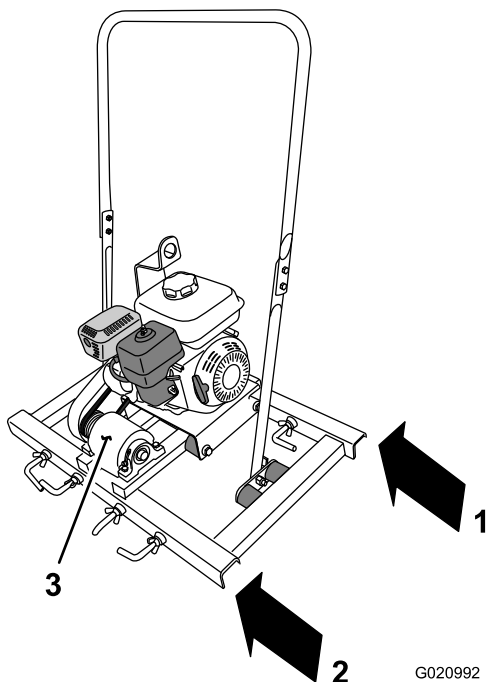
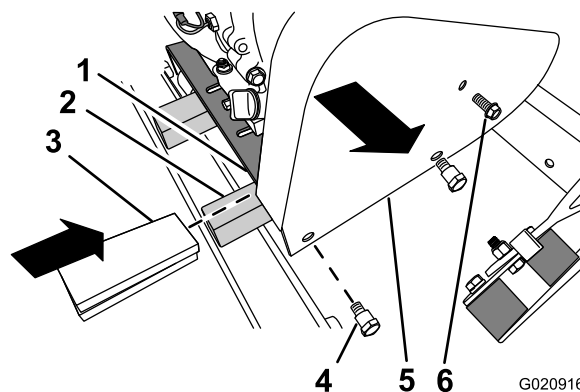
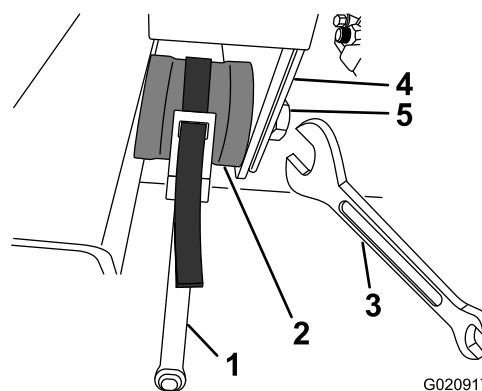
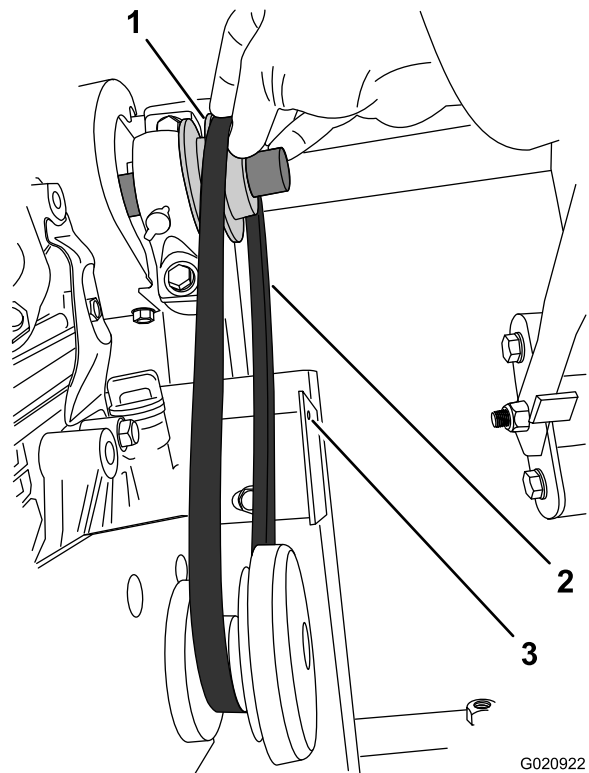

Figure 33
Figure 34
Figure 35
Figure 36
1. À l'arrière de la machine, localisez le profilé transversal droit du cadre (Figure 33 et Figure 34).
2. Insérez une entretoise de 32 à 38 mm (1-1/4 à 1-1/2 po) entre le profilé transversal droit et le plancher moteur (Figure 34).
3. Retirez le boulon (1/4 po) du protège-courroie (Figure 34).
4. Retirez les 2 boulons à épaulement (3/8 po) du protège-courroie puis déposez ce dernier (Figure 34).
Remarque: À l'aide d'une clé à sangle, empêchez l'isolateur de tourner pendant le retrait du boulon (3/8 po) (Figure 35).
3. Alignez le trou (1/4 po) du protège-courroie sur le trou dans le support du protège-courroie (Figure 34 et Figure 36).
4. Vissez le boulon (1/4 po) dans le protège-courroie et son support (Figure 34 et Figure 36).
5. Placez les trous (3/8 po) du protège-courroie en face des filetages dans les isolateurs (Figure 34 et Figure 35).
6. Fixez le protège-courroie sur les isolateurs avec les 2 boulons à épaulement (3/8 po) (Figure 34).
Remarque: À l'aide d'une clé à sangle, empêchez l'isolateur de tourner pendant le serrage du boulon (3/8 po) (Figure 35).
8. Déposez les entretoises situées entre le profilé transversal droit et le plancher moteur (Figure 34).
2. Soulevez la courroie et passez-la au-dessus de l'épaulement de la poulie d'excentrique (Figure 36).
2. Tirez la courroie vers la poulie d'excentrique (Figure 36).
3. Passez la courroie par dessus l'épaulement de la poulie d'excentrique (Figure 36).